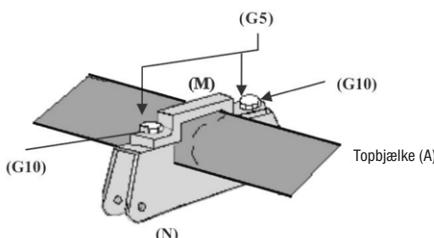

Fig 11
7. Fastgør den øverste og nederste fastgørelse (M og N) til tvillingegryngen på topbjælken (A) med 28 mm M8 6-kantsbolte (G5), M8 skiver (G10) og M8 nylonomøtrikker (G9). Sørg for, at fastgørelsen sidder ordentligt fast på topbjælken. Se fig. 11 og 12.